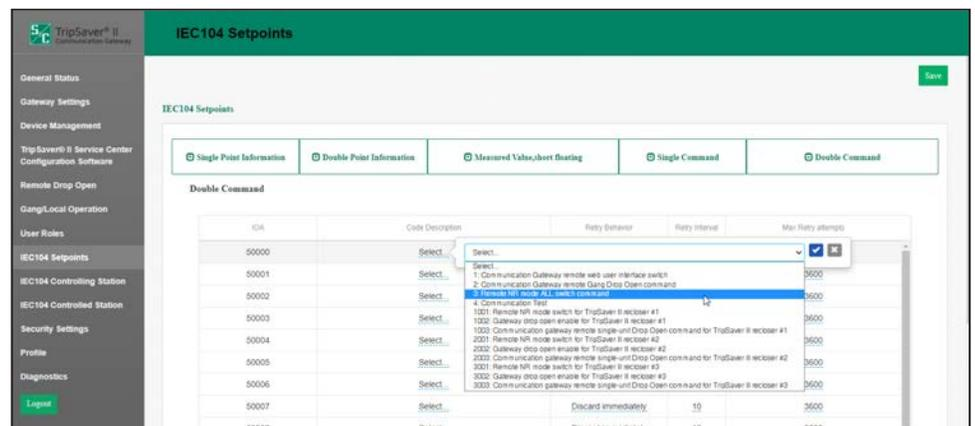

Figura 60. Configuração do valor-alvo de Duplo Comando.
A tela *Double Command Setpoint Configuration* contém parâmetros de configuração para valores-alvo de duplo comando. A tela pode ser aberta clicando no botão **Double Command**. Ver Figura 60.
**Code Description:** Códigos de ponto representando pontos de comando específicos podem ter atribuição de números de pontos individuais no SCADA. Uma lista completa de definições de descrições de código específicos pode ser encontrada na Folha de Instruções da S&C 461-561P. As descrições de código são definidas pela seleção do campo **Code Description** de forma compatível com o campo **IOA** respectivo. É apresentada uma caixa de diálogo flutuante com definições de códigos para todos os religadores TripSaver II pareados com o gateway de comunicação. Ver Figura 60 na página 61. Quando uma definição de código estiver escolhida, selecione o ícone **Check Mark** (Caixa de Verificação) para finalizar. A remoção de uma seleção de código pode ser realizada pela seleção de uma linha em branco no menu suspenso e clicando na caixa de verificação. Isso resulta num campo sendo mostrado como vazio. Para concluir clique no botão **Save**.